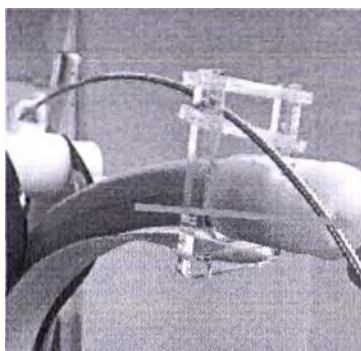

Рисунок 20: Установка крио-шланга
- 6 Пропустите крио-шланг через кронштейн, а затем через U-образный держатель (см. Рисунок 20).